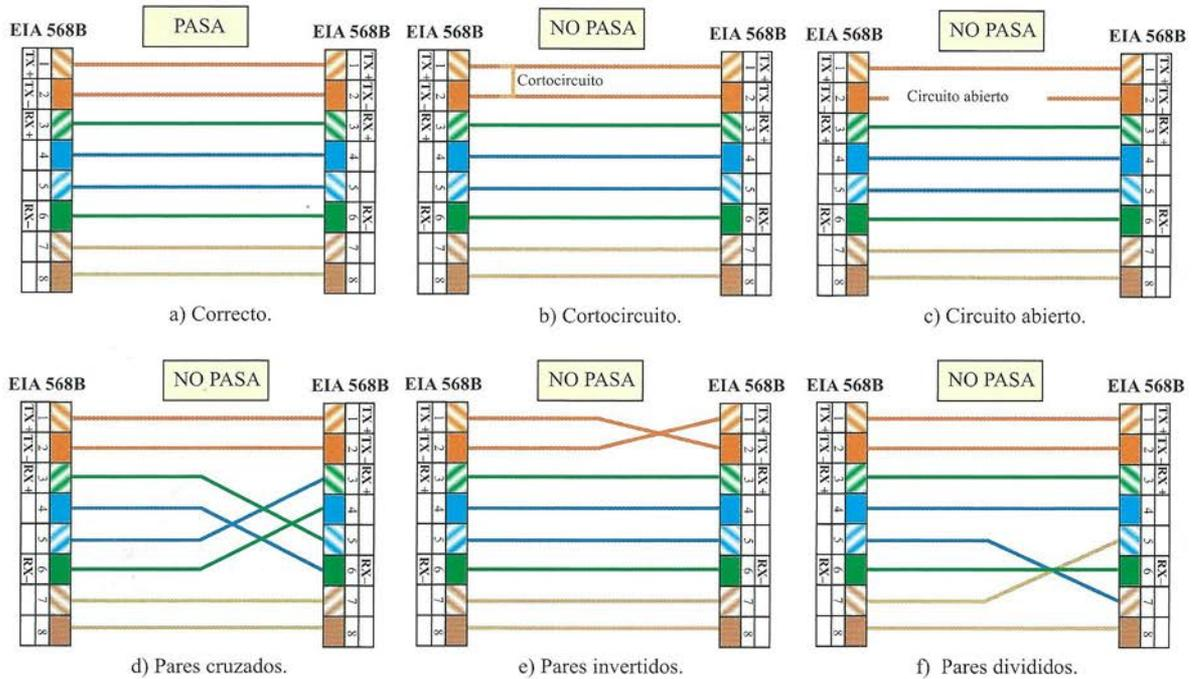

Figura 6.48. Errores típicos en el mapeado de un cable de pares trenzados.
es necesario asegurarse que las dos terminaciones utilicen la norma de conexión adecuada (Figura 6.48.a).
- **Cortocircuito:** dos hilos conductores están conectados entre sí (Figura 6.48.b).
- **Circuito abierto:** un hilo no tiene un contacto eléctrico correcto con el conector (Figura 6.48.c).
- **Pares cruzados:** un par de hilos se conecta a pines completamente diferentes en los dos extremos (Figura 6.48.d).
- **Pares invertidos:** un par de hilos están correctamente instalados en un conector, pero invertidos en el otro conector (Figura 6.48.e).
- **Pares divididos:** un hilo de un par se cruza con un hilo de un par diferente (Figura 6.48.f).